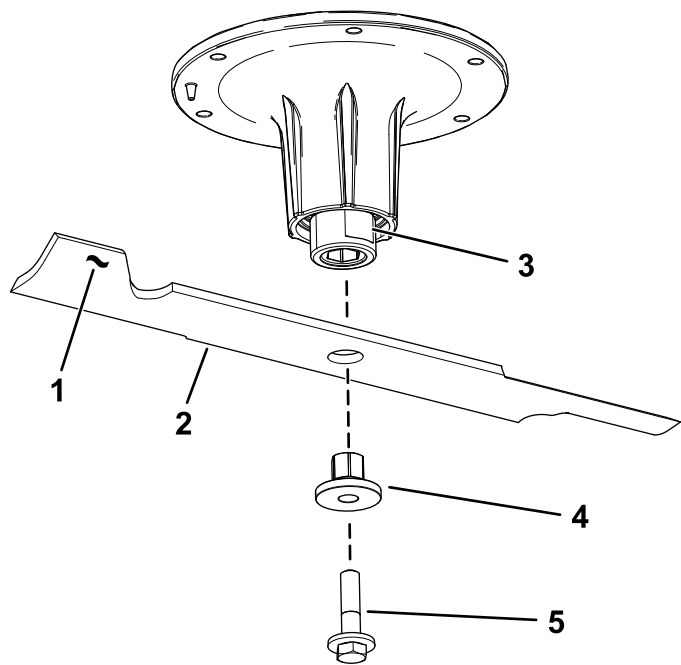

Figura 75
2. Rimuovete il bullone della lama, la boccola e la lama dall'albero del fusello (**Figura 75**).